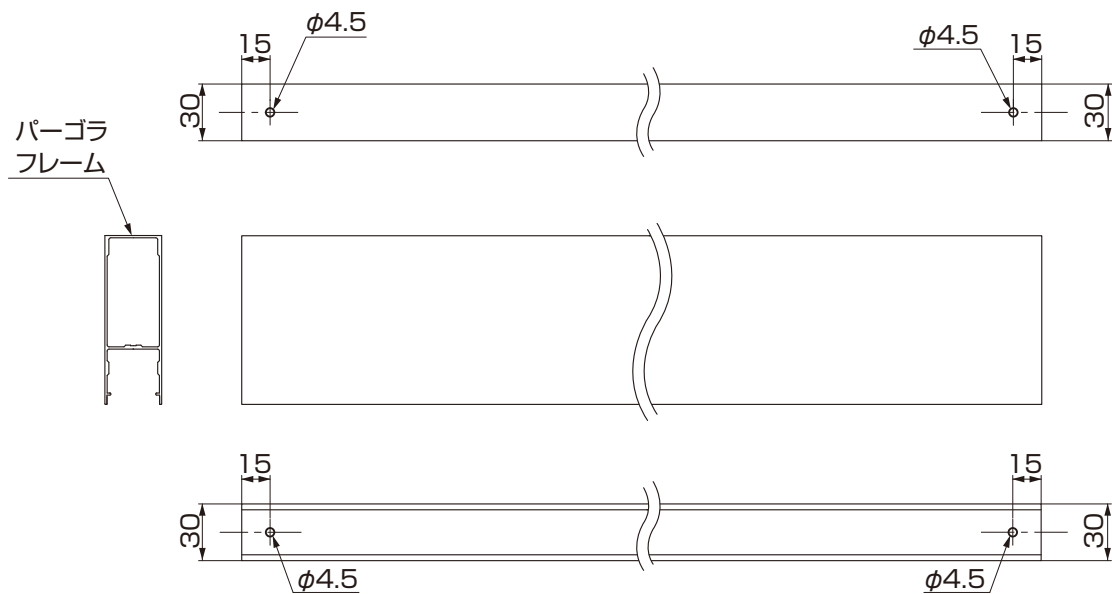

図3-1 パーゴラフレームの加工
①パーゴラフレーム、パーゴラフレームカバーを加工してください。(図3-1、図3-2参照)
- ① フレームに $\phi 3.5$ の穴加工をしてください。
- ② パーゴラフレーム取付金具をフレームに【1-1】で取付けてください。